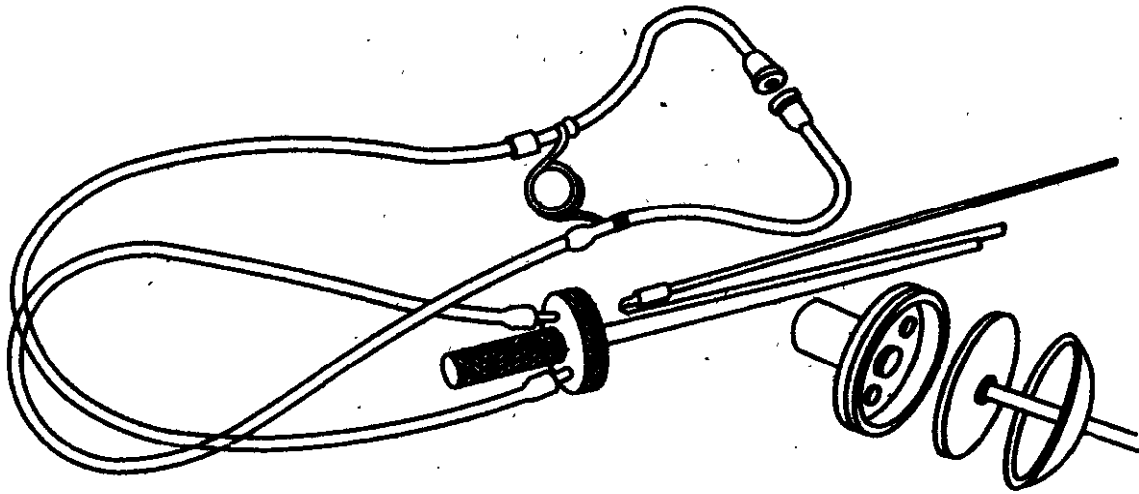

Рис. 41. Стетоскоп
**Стетоскопы** электронного (рис. 39, а) и медицинского типа (рис. 39, б; рис. 40; рис. 41) предназначены для прослушивания двигателя или других агрегатов во время работы. Слуховые наконечники 5 вставляют в уши, а стержень 2 прижимают к тому или иному участку поверхности двигателя. Стуки и шумы усиливаются мембраной и передаются по трубкам к слуховым наконечникам. Стетоскоп позволяет определять на слух место и характер неисправности.